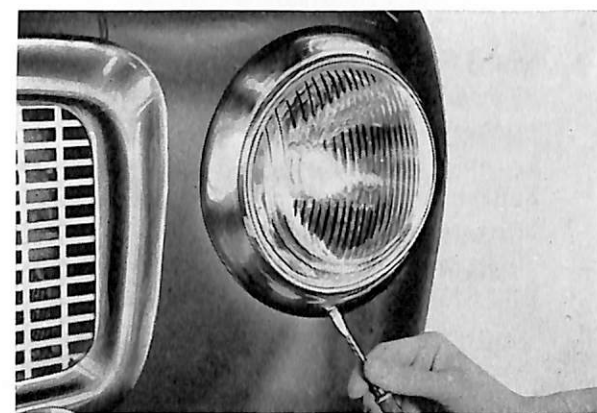

Bild 65. Strålkastarsargen lossas.
1. Tag bort skruven för strålkastarens sarg, bild 65. Lyft bort sargen genom att draga ut underdelen något och sedan lyfta den uppåt.